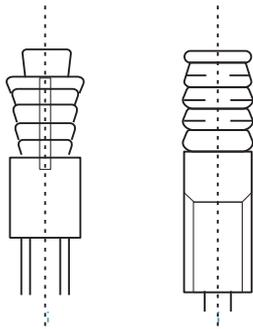

Imagen 3.2
- Determine la ubicación en el techo de la habitación o el techo del edificio para el montaje, y taladre cuatro orificios de  $\Phi 12$  mm x 50-55 mm. A continuación, incruste y coloque los anclajes del gancho de expansión (accesorio comprado 2) en estos orificios. Consulte la Imagen 3.2.